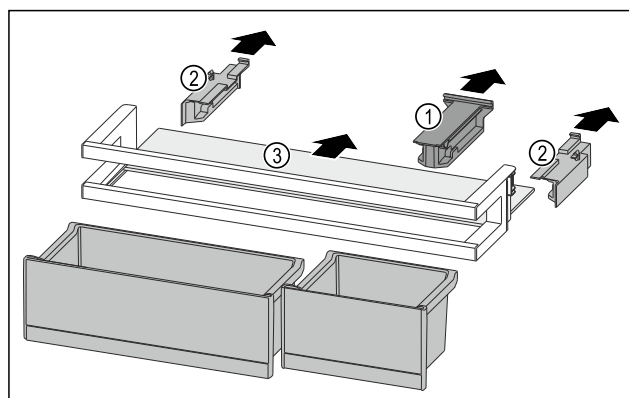

Fig. 202
- Halteteil Fig. 202 (1) abziehen.
- Seitenteile Fig. 202 (2) abziehen.
- Abstellfläche Fig. 202 (3) entnehmen.